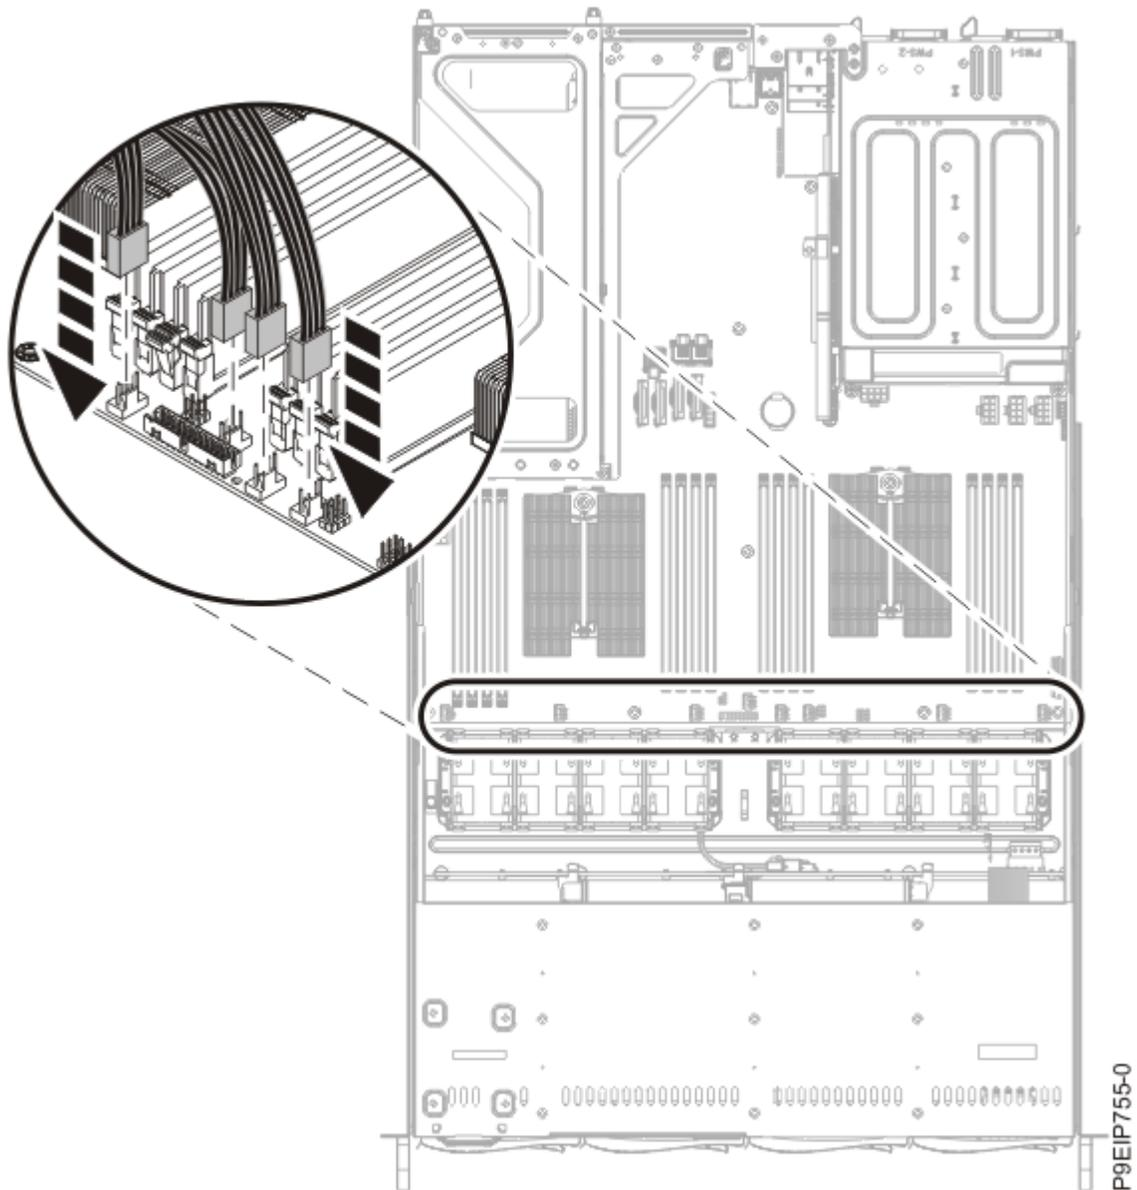

図 17: システム・バックプレーンへのファン・ケーブルの接続
4. ファン・ケーブルをシステム・バックプレーンに接続します (21 ページの図 17 を参照)。